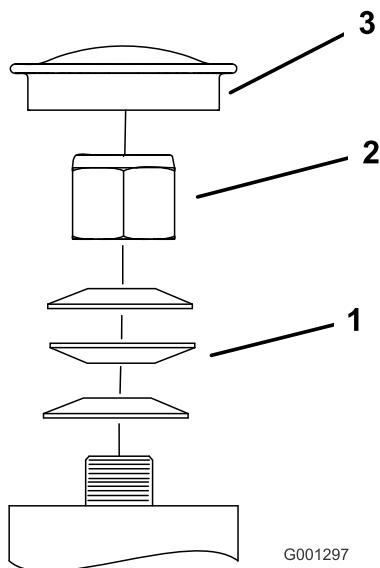

Figura 57
3. Togliete lo scodellino parapolvere dalla ruota orientabile e serrate il dado di bloccaggio (Figura 57).
4. Serrate il dado di bloccaggio finché le rondelle elastiche non sono piatte, quindi allentate di un quarto di giro per mettere a punto il precarico sui cuscinetti (Figura 57).
Importante: Verificate che le rondelle elastiche siano correttamente montate, come riportato nella Figura 57.
5. Montate gli scodellini antipolvere (Figura 57).